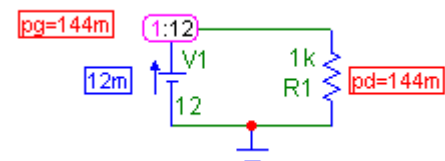
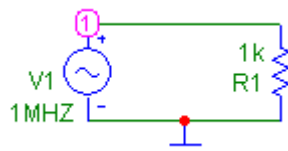

Рис. 2.1
Рис. 2.3
2.4.4. В MicroCAP построите на экране простейшую модель, показанную на рис. 2.1 с источником постоянного напряжения 12 В и сопротивлением 1 кОм. Выберите режим «Расчет по постоянному току, выведите результаты моделирования напряжения, тока и мощности. Проведите расчет этих величин на основе закона Ома, сравните результаты.
2.4.6. Установите в цепи рис. 2.1 напряжение источника V1 равным  $\sqrt{G \cdot N}$  В и сопротивление  $R1 = 100 \cdot (1,2 + \sin(N + G))$  Ом.
2.4.8. В программе MicroCAP установите в цепи рис. 2.1 источник гармонического напряжения, как показано на рис. 2.3. Установите амплитуду колебаний  $A=1$  В и выберите модель источника с частотой  $F=1$  МГц.
2.4.9. Задайте в модели цепи рис. 2.3 амплитуду источника напряжения  $V1$   $A = \sqrt{G \cdot N}$  В, частоту колебаний  $F = (20 \cdot G + 10 \cdot N)$  кГц и сопротивление
2.5.3. В пакете MicroCAP соберите модель с гармоническим источником, показанную на рис. 2.3 при указанных для него параметрах  $A=1$  и  $F=1$  МГц. Установите начальную фазу PH колебаний равной